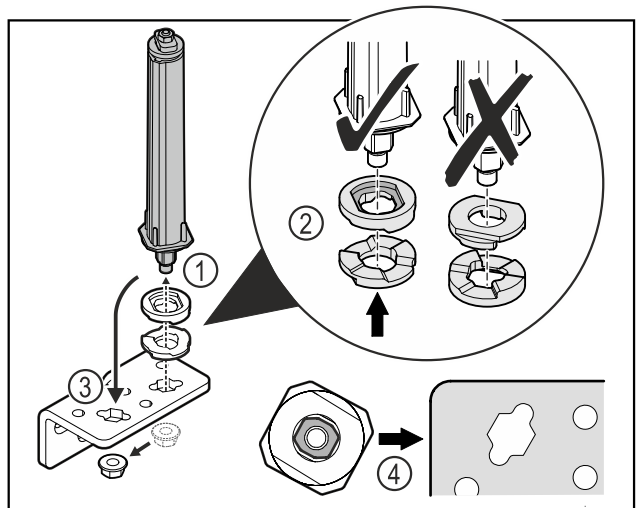

Fig. 27
- Allentare il dado e rimuovere il sistema di chiusura della porta Fig. 27 (1).
- Accertarsi che le rondelle di regolazione dell'altezza siano allineate correttamente Fig. 27 (2).
- Spostare il sistema di chiusura della porta nell'angolo della cerniera e fissarlo con il dado Fig. 27 (3).
- Durante l'inserimento, assicurarsi che il sistema di chiusura della porta sia allineato correttamente Fig. 27 (4).